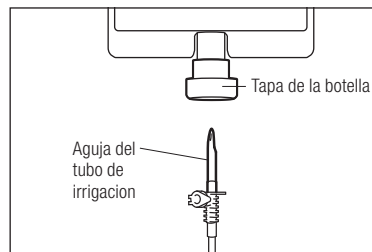

Fig.9
- 2) Introduzca la aguja del tubo de irrigación en el tapón de la botella/bolsa. (Fig.9)